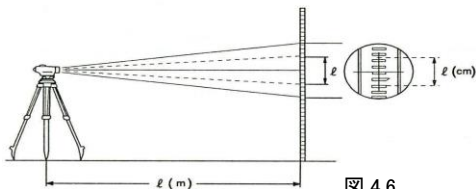

図 4.6
- 2) レベルから標尺までの距離は、スタジア線間に挟んだ標尺の長さを 100 倍にした値です。図 4.6 を例にすると、スタジア線間の標尺の長さが 0.32m なので、レベルと標尺までの距離は  $0.32\text{m} \times 100$  で 32m となります。